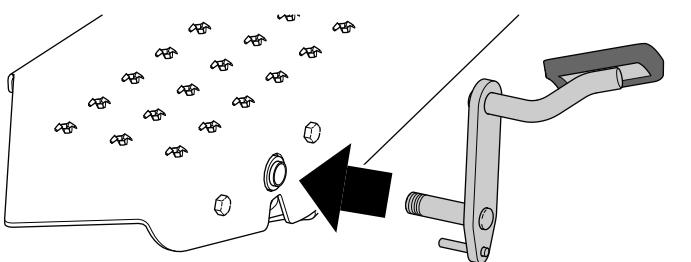

Рисунок 6
4. Совместите педаль блокировки с левой подножкой и отверстиями в ступице в сборе (Рисунок 6).
5. Вставьте поворотный шкворень педали блокировки через отверстие левой подножки и через ступицу в сборе (Рисунок 6).